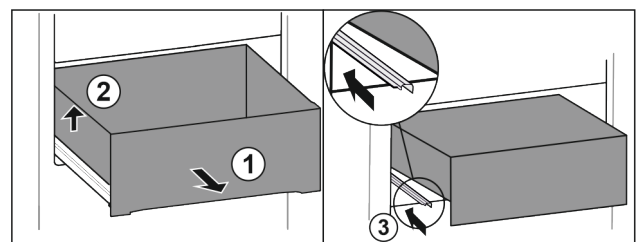

Fig. 96
- ▶ Tirer le tiroir jusqu'en butée. Fig. 96 (1)
- ▶ Soulever le tiroir sur la gauche. Fig. 96 (2)
- ▶ Rentrer le rail de gauche. Fig. 96 (3)